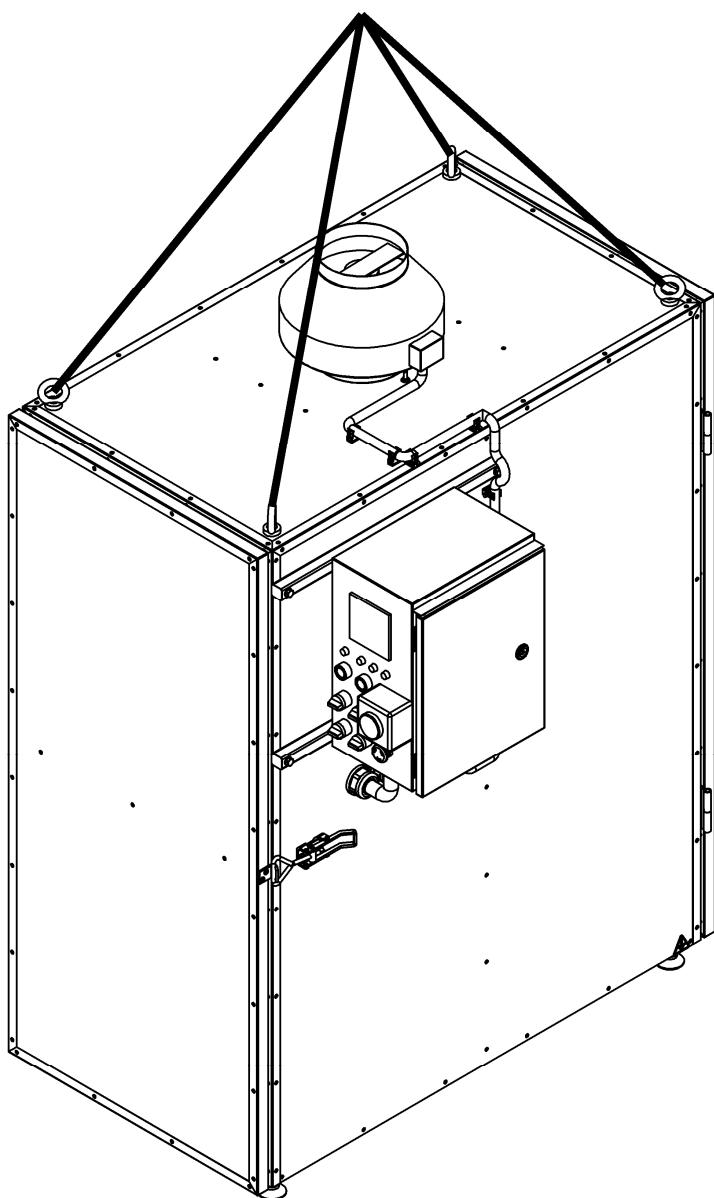

Рисунок 4. Шкаф сушильный ИПКС-131.
11.4 При погрузке и транспортировании шкафа необходимо соблюдать и выполнять требования манипуляционных знаков на таре и схему строповки (рисунок 4).